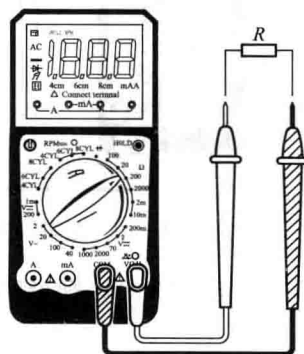

图 1-15 温度测量
- (1) 将“选择开关”旋转到温度($^{\circ}\text{C}$ 或 $^{\circ}\text{F}$)位置上, 如图 1-15 所示。